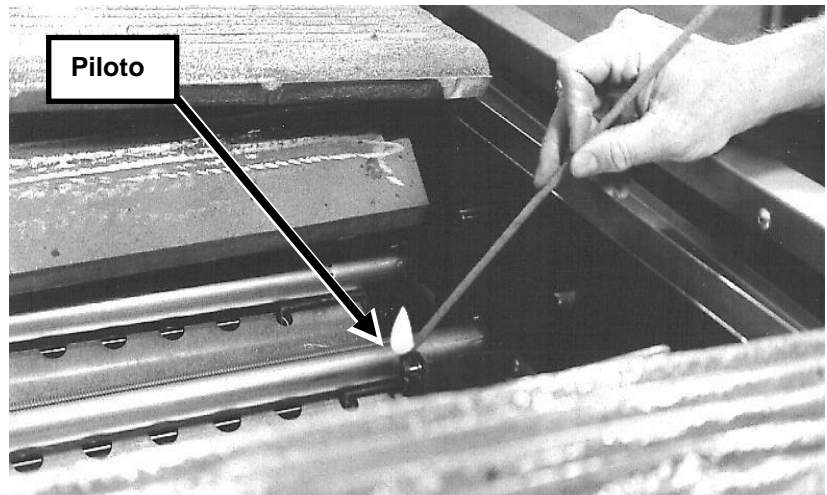

Fig. 6
2. Quite las rejillas superiores y los radiantes. Coloque las válvulas de cierre de gas principal en la posición de encendido. Encienda los pilotos con ayuda de un encendedor, véase Fig. 6. Ajuste el tornillo de la válvula piloto hasta que la flama del piloto tenga una pequeña punta amarilla.